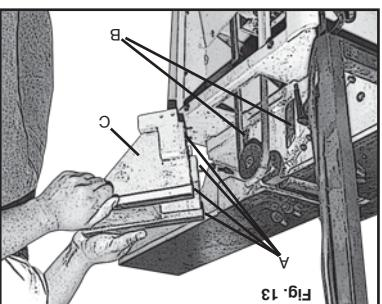

Fig. 13
1. Coloque en posición la guarda de la polea (C) Fig. 13, Alineando
de la guarda de la cabecera de cortes (C) Fig. 13.
2. La guarda de la cabecera de cortes (C) Fig. 13, Alineando
3. Alinee los orificios de la guarda de la cabecera de cortes (C) con los
orificios de la guarda de la polea (C) Fig. 13.